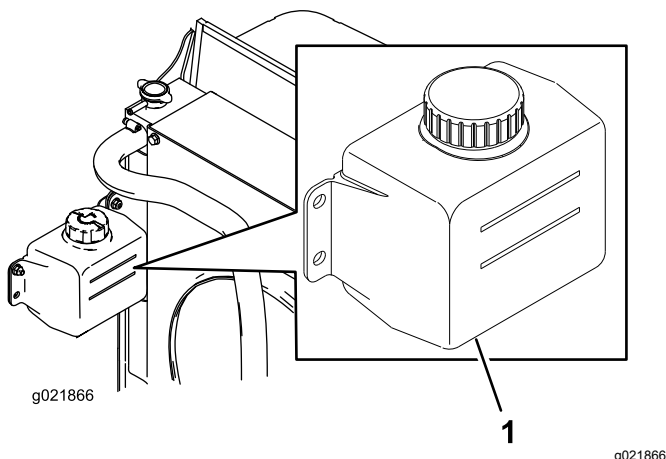

Bild 29
- Prüfen Sie den Kühlmittelstand im Ausdehnungsgefäß (Bild 29).